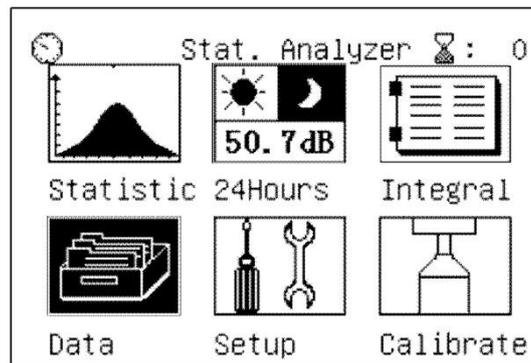

Fig. 39: Selecção da modalidade de visualização dos dados em memória
1. Seleccionar o ícone “**Data**” dentro de qualquer modalidade de medição (ver Fig. 39) e confirmar com “”